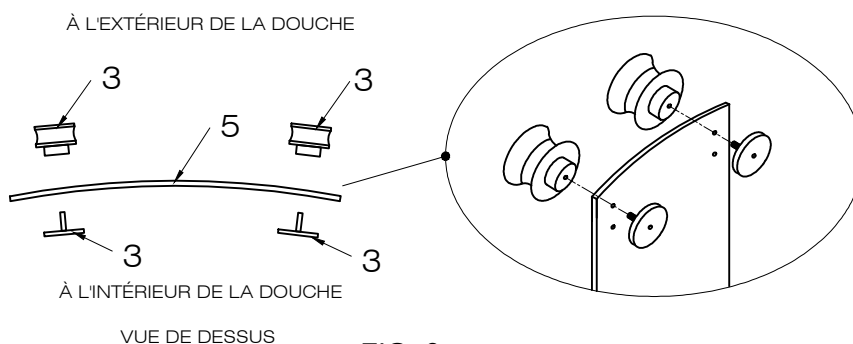

FIG. 6
2. Utilisez la clé à six pans fournie pour dévisser la vis de réglage et démonter le rouleau. Placez la vis dans les orifices supérieurs du panneau de porte et fixez les deux rouleaux supérieurs sur le panneau de porte (n° 5). [Cf. FIG. 6]